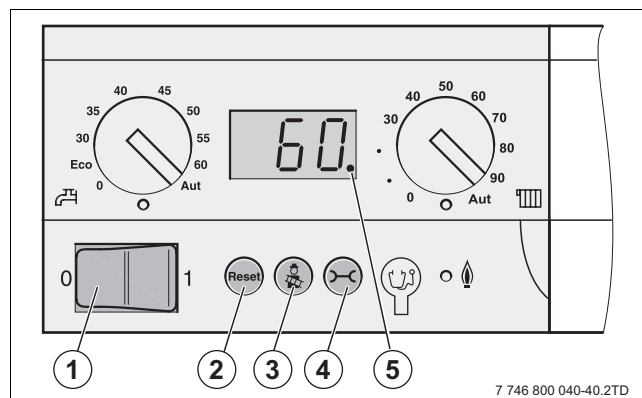

Bild 63 Grundkontrollens manöverpanel
- Ställ huvudströmbrytaren (→ bild 63, [1]) på grundkontrollens manöverpanel på "0" (Av).